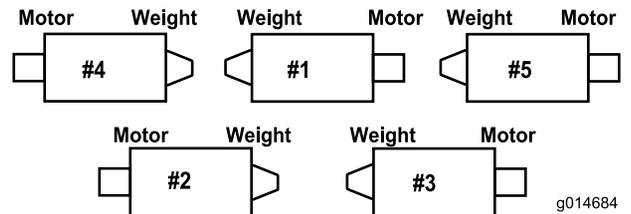
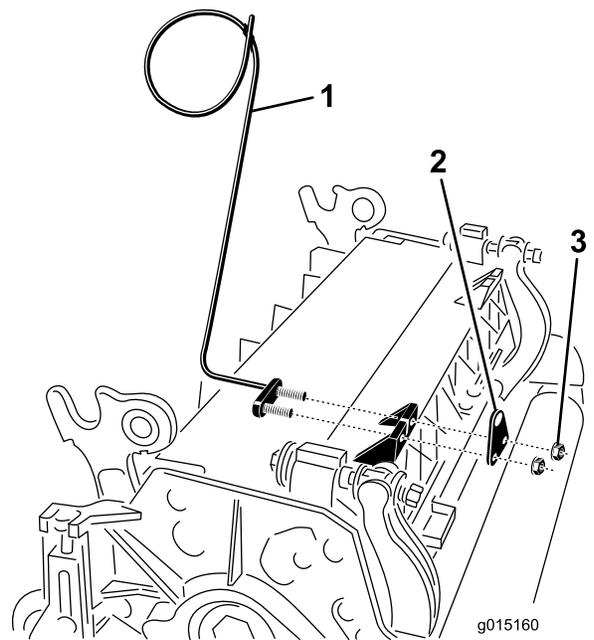
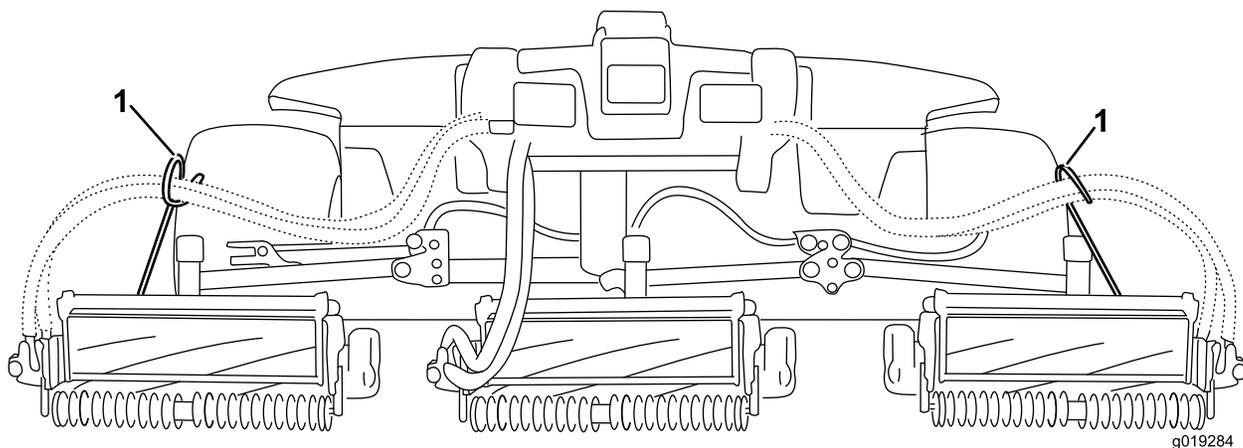

図 7
図 8
図 9
**重要** #4左前カッティングユニットと、#5右前カッティングユニットでは図7、ロッドブラケット取り付けナットを使って、各ユニットのタブの前に、ホースガイドを取り付ける図8。ホースガイドは、中央カッティングユニットに向かって傾斜するのが正しい図8と図9。